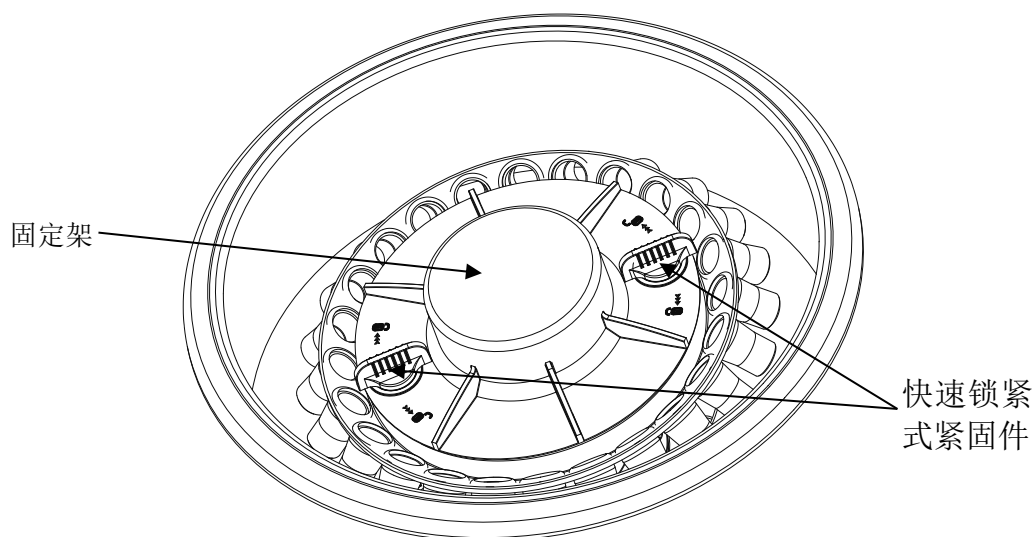
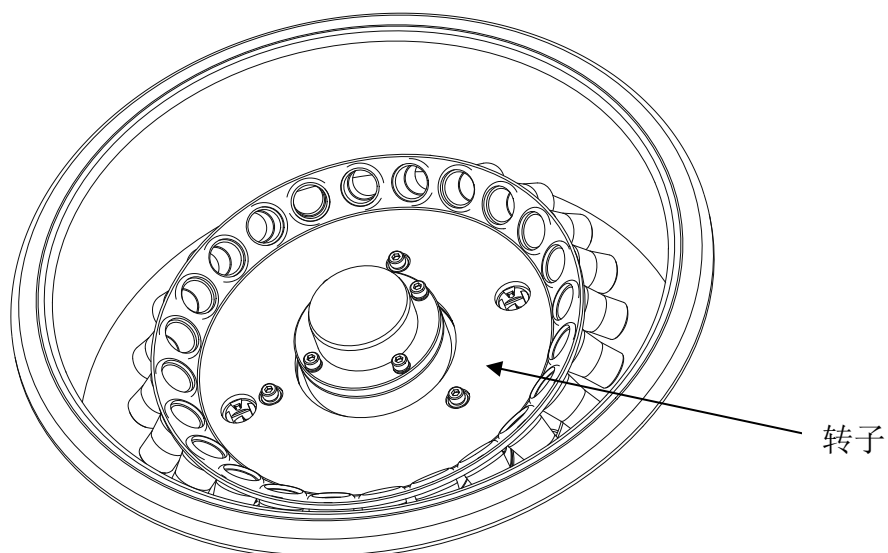

图 4.1 仪器内部简图
图 4.2 固定架拆卸后简图
1.1) 打开盖子后，可看到仪器内部如下图 4.1 所示。
1.2) 安装试管前需先卸下固定架，首先转动快速锁紧式紧固件（如图 4.1 标注所示），双手拿住固定架，轻轻往上抬即可拆卸下来。拆卸后如下图 4.2 所示。
1.3) 接下来可以在转子（如图 4.2 标注所示）上安装试管。需要注意的是，在转子的 24 个安装孔上，试管须对称安装，并且同一次试验须使用同一种试管。